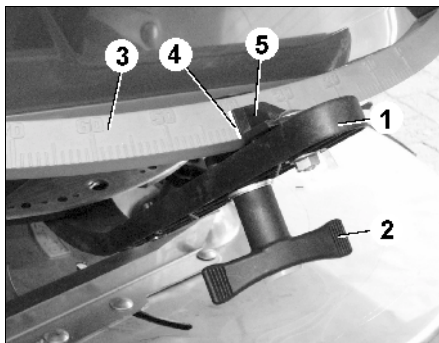

Рис. 30
- Открутите барашковую гайку (Рис. 30/2) .
- Найдите необходимое положение шиберной заслонки на шкале (Рис. 30/3).
- Грань с делениями для считывания (Рис. 30/4) указателя переводного рычага (Рис. 30/5) установите на деление шкалы.
- Затяните барашковую гайку (Рис. 30/2).